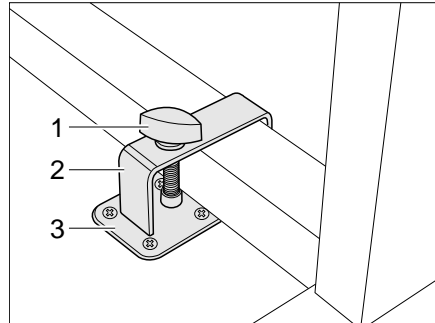
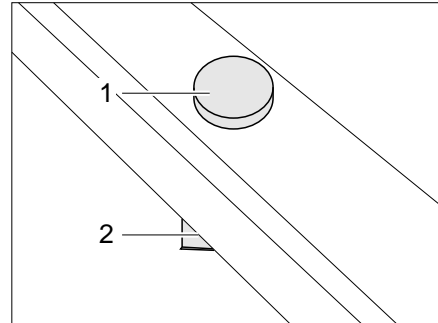

Bild 58 Arretierung Schwenktisch mit Metallgestell
Bild 59 Arretierung Schwenktisch mit Kunststoffgestell
- Schwenktisch neben die Halterung (Bild 58,3) bzw. auf die Halterung (Bild 59,2) stellen.
- Den Bügel (Bild 58,2) mit der Halteschraube (Bild 58,1) über den Tischfuß legen.
- Den Bügel und ggf. den Schwenktisch so verschieben, dass die Halteschraube (Bild 58,1 bzw. Bild 59,1) in die Halterung (Bild 58,3 bzw. Bild 59,2) geschraubt werden kann.